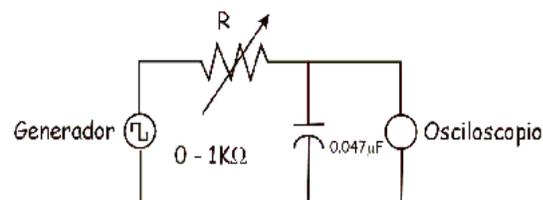

Figura 7.6 Circuito RC
- e) Arme el circuito como es mostrado en la figura 7.6.